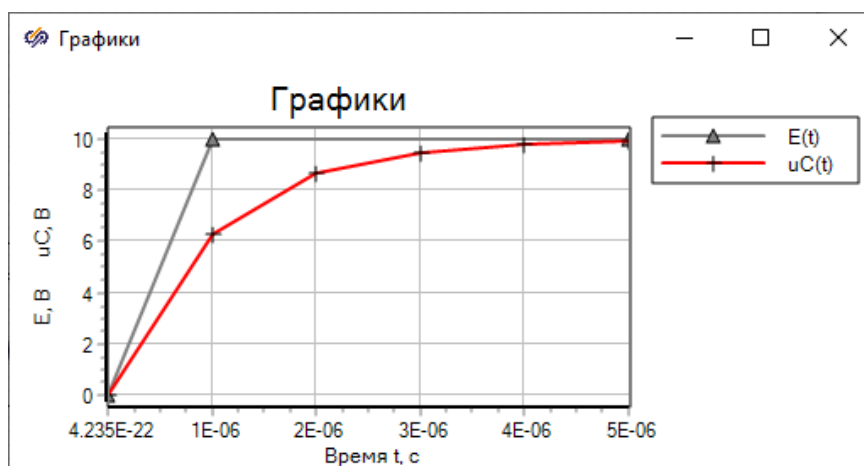

Рис. 6.7
10. Задать значение сопротивления $R1$ в омах равным номеру варианта плюс 10. Значение остальных элементов схемы указано на рис. 6.7.